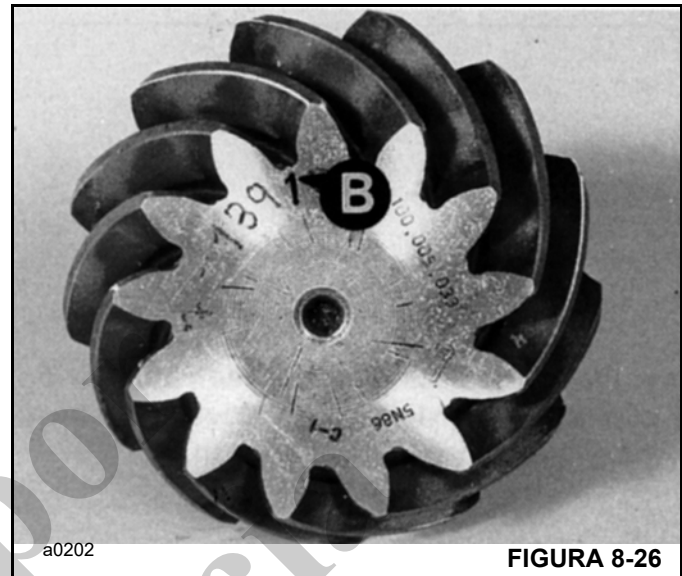
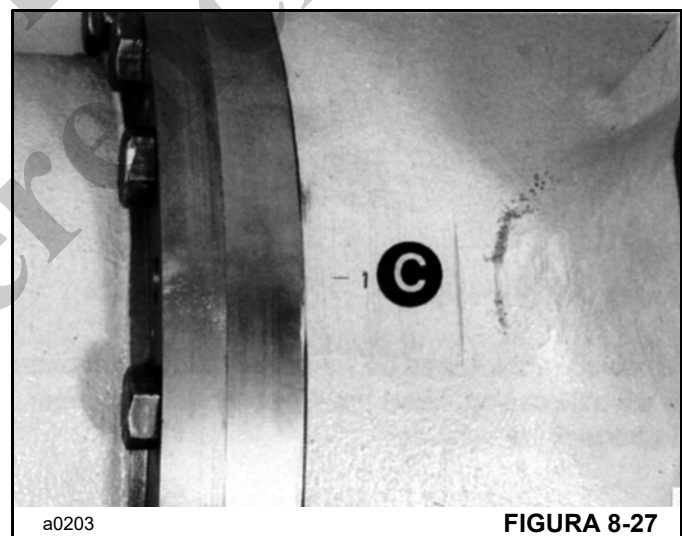

FIGURA 8-26
FIGURA 8-27
3. Halle el valor de la distancia de montaje B (Figura 8-26) en el piñón y la desviación C (Figura 8-27) en la caja de la cabeza motriz. Ambas unidades están en milímetros.